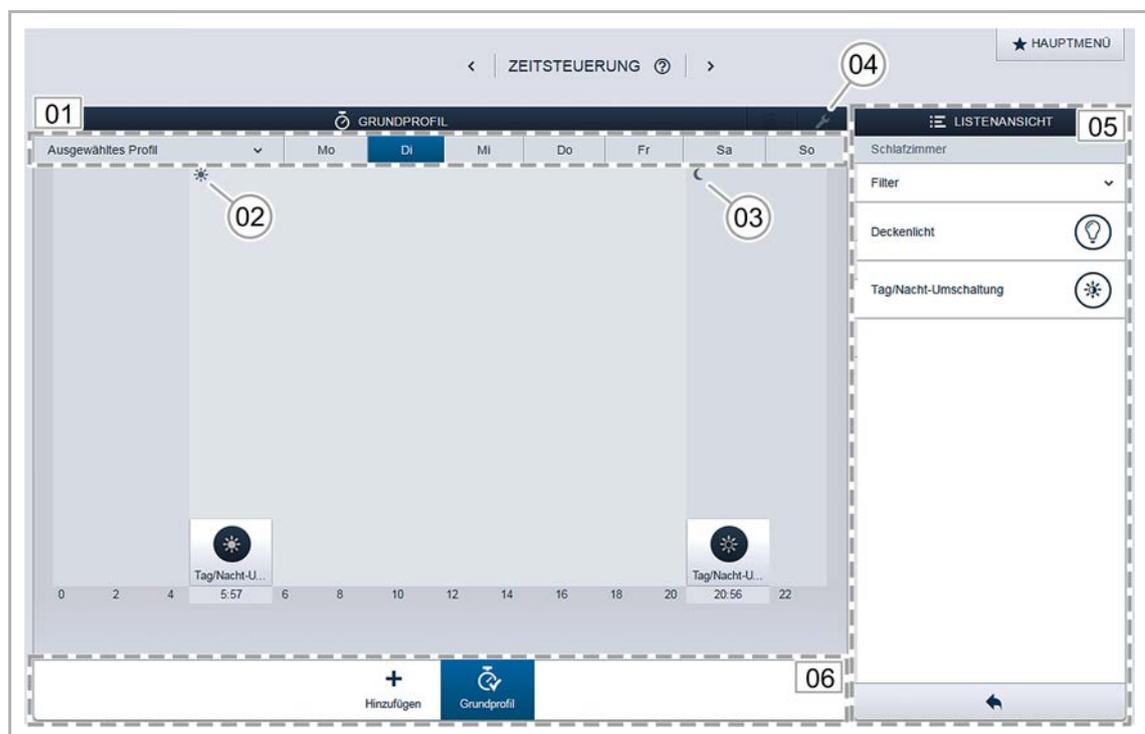

Abb. 34: Zeitprofile
- Um die Schaltzeiten für ein Gerät oder eine Szene zu definieren, ziehen Sie es per Drag & Drop auf den Zeitstrahl (siehe Abb. 34).